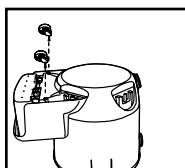

FIGURE 7
- fin. Appliquez une pression et un mouvement de torsion jusqu'à ce que les roulettes s'enclenchent. **FIGURE 7.**